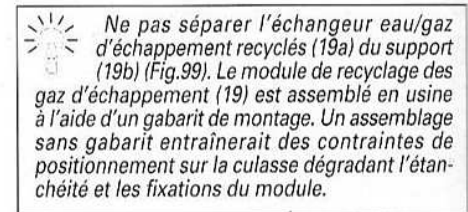

FIG.98
- Déposer les vis (23) et le raccord (24) (Fig.98).